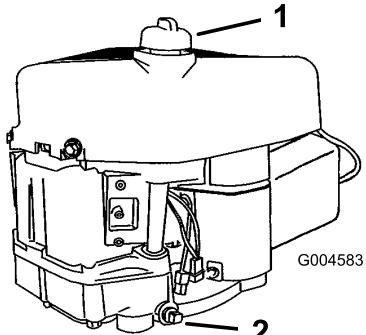

Bild 20
8. Reinigen Sie den Bereich um den Ölpeilstab (Bild 20), damit kein Schmutz in den
11. Gießen Sie ca. 80 % der angegebenen Ölmenge langsam in den Einfüllstutzen (Bild 20). Prüfen Sie den Ölstand; siehe „Prüfen des Motorölstands“.